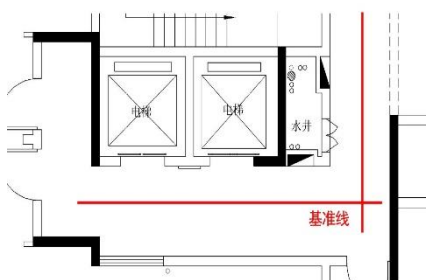

图 2：基准线示例
②基准线：由土建基准线引出的纵向、横向基准线，用于装修的空间控制，是整个施工阶段的主控制线，如图 2；